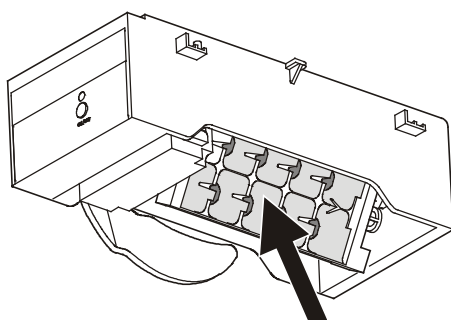

Figura 22
- A continuación, debe vaciarse la bandeja del fabricante de hielo (**Figura 22**). Vea el capítulo "El fabricante de hielo durante las vacaciones" para obtener más información.
Si sale de vacaciones por un período largo, la cubitera del fabricante de hielo (flecha en la **Figura 22**) debe vaciarse.
La cubitera del fabricante de hielo rota hacia abajo. Cuando aparece la temperatura interior en la pantalla, la cubitera se encuentra en la posición hacia abajo (**Figura 22**) y el fabricante de hielo se apaga automáticamente.